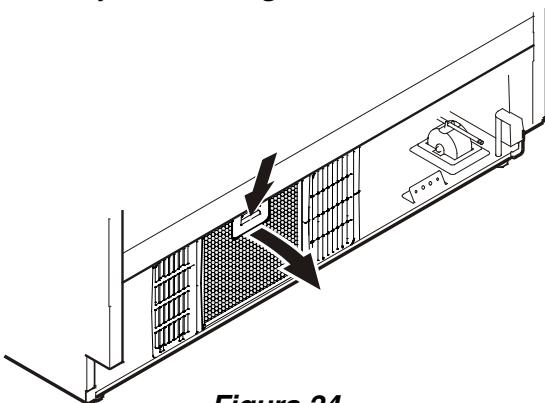

Figura 24
- Presione el botón del filtro de aire, inclínelo hacia adelante y retírelo - **Figura 24**.